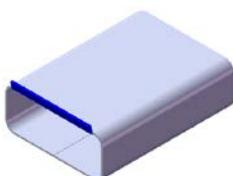
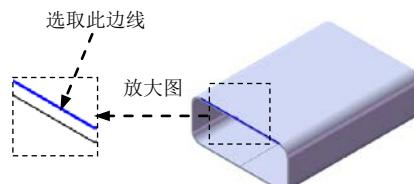

图 10.17 边线—法兰 1
图 10.18 边线法兰的边线
Step3. 创建图 10.17 所示的钣金特征——边线—法兰 1。
(1) 选择命令。选择下拉菜单插入(I) → 钣金(W) → 边线法兰(E)...命令（或单击“钣金”工具栏中的B按钮），系统弹出“边线法兰”对话框。
(2) 定义特征的边线。选取图 10.18 所示的模型边线为生成的边线法兰的边线。